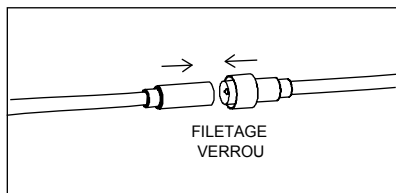

Figure 3
3. Raccordez le pilote au luminaire et serrez le connecteur d'écrou à la main. La flèche sur les parties mâles et femelles du connecteur entre le pilote et le câble de luminaire doivent se correspondre. (Figure 3)